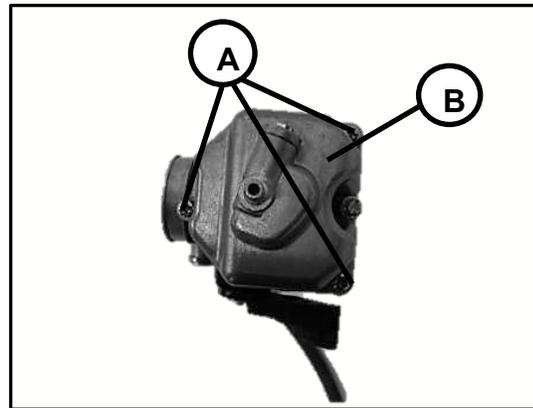

Fig.2.6
- Retire la tasa del carburador **[B]**. Fig.2.6